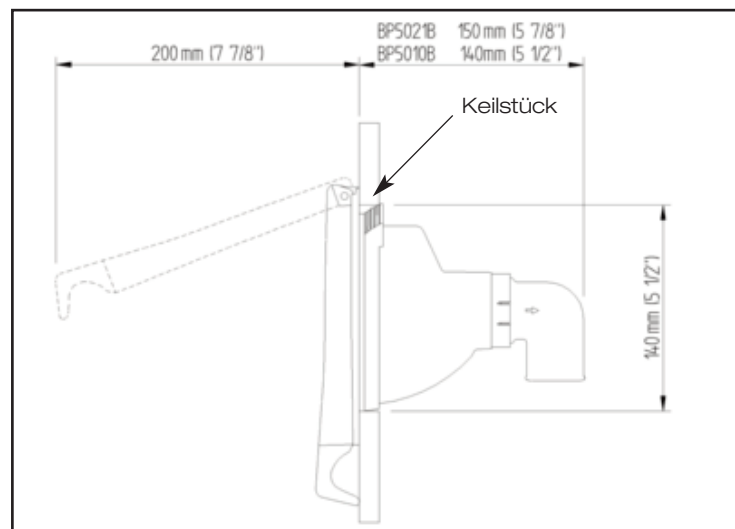

Abb.2 Maximale Dimensionen
1. Es ist sicherzustellen, dass nach Installation hinter dem Schott genügend Platz für die volle Tiefe der Pumpe vorhanden ist. Das gilt einschließlich von genügend Raum für die Zulauf- und Ablauf-Schläuche (siehe Abb. 2 für max. Dimensionen).